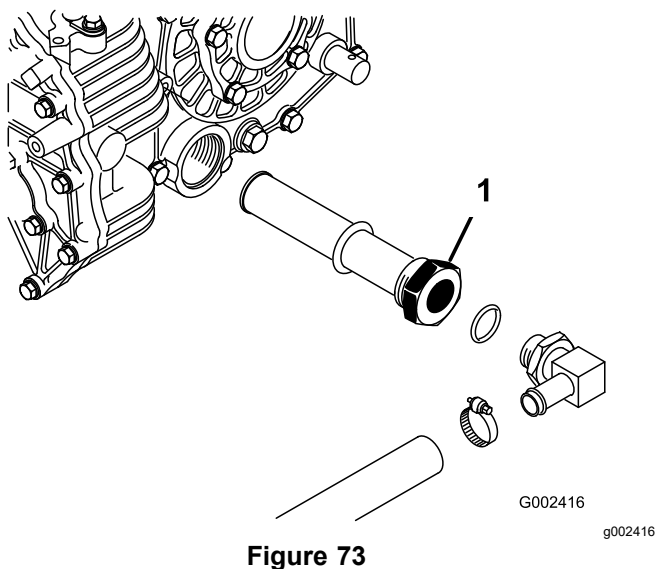

Figure 73
3. Notez l'orientation du flexible hydraulique et du raccord à 90° raccordé à la crépine sur le côté du réservoir (Figure 73).